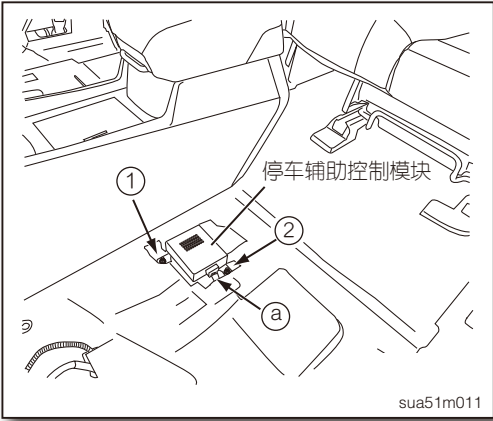

图5
- 2. 拆下停车辅助控制模块线束接头④，以及固定螺丝①、
② (如图5)，取下停车辅助控制模块。